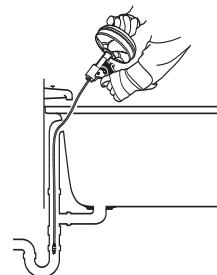

Figure 4
- En retirant la platine et le mécanisme du trop plein de la baignoire (Figure 4).